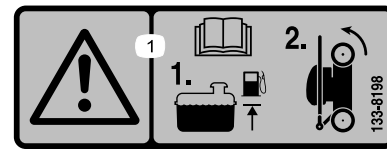

Figure 19
1. Vérifiez que le niveau de carburant dans le réservoir ne dépasse pas la limite recommandée par le constructeur du moteur; voir l'autocollant du constructeur apposé sur le moteur (Figure 19).